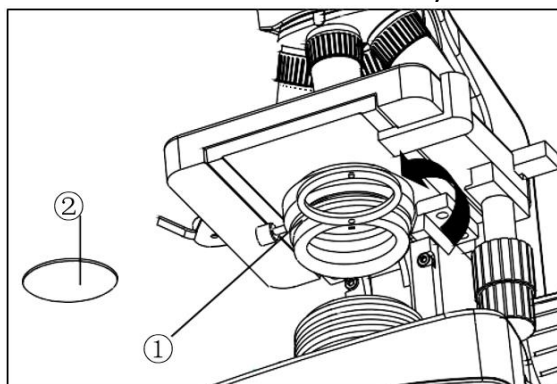

Fig. 7
### 2.2.4 Instalar el filtro de color (Fig.7)
1. Gire el soporte del condensador ① hacia afuera como muestra la Fig.7.
2. Coloque el filtro ② en el soporte del condensador, luego vuelva a colocar el soporte.
### 2.2.6 Sustitución del fusible (Fig.7, 9, 10)